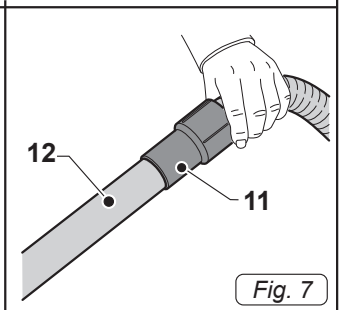

Fig. 7
- Colocar la manguera (11 Fig. 7) extensión (12 Fig. 7).